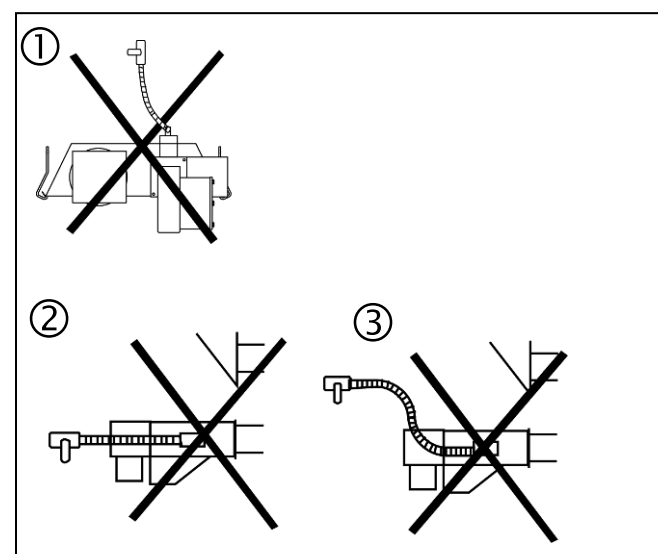

Fig. 30: Montaje erróneo de las mangueras flexibles
- ⇒ Puede verse el montaje erróneo de las mangueras flexibles en la Fig. 30 (esquemas ① a ③).